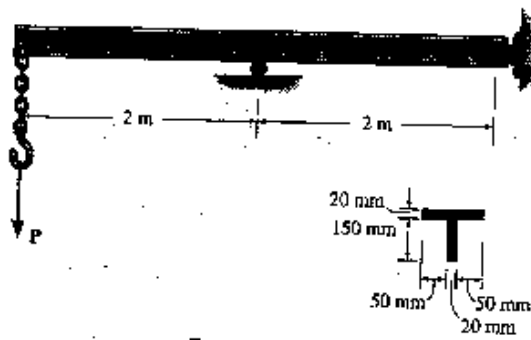

FIGURA 12.-
- 12.- La viga de acero de la figura 12 tiene un esfuerzo admisible de 150 MPa. Calcule la carga máxima P que se puede aplicar con seguridad.